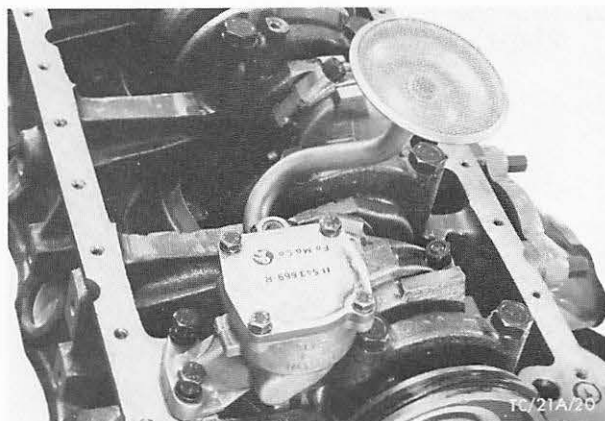

Abb. 140 Ölpumpe mit Saugrohr abbauen
23. Ölpumpe mit Ansaugrohr (2 Schrauben) abbauen, Abb. 140, und Antriebswelle herausziehen.